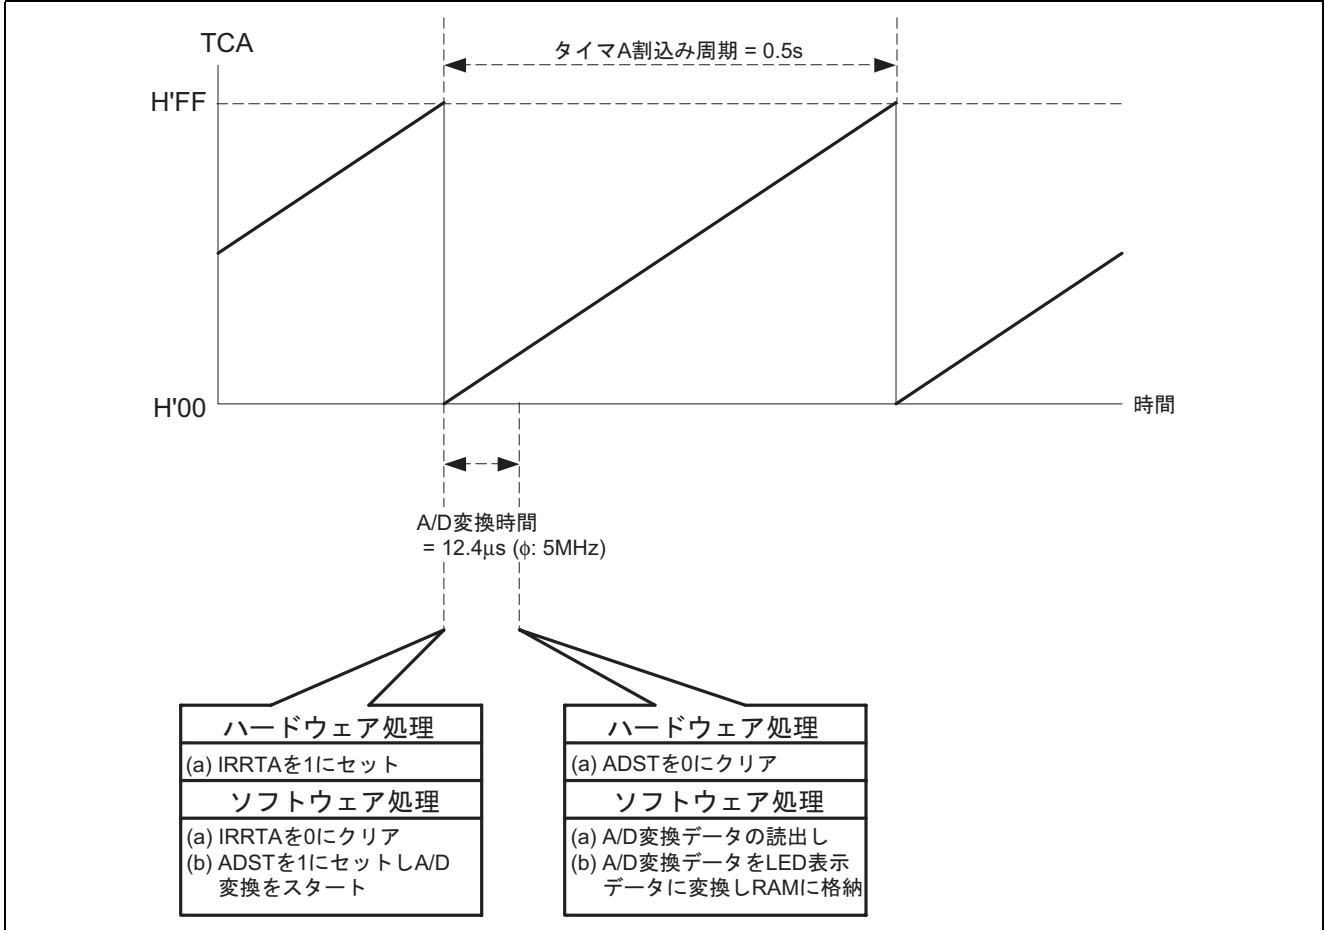

図7 タイマ A を使用した AN0 端子の A/D 変換の動作原理
(1) 図7にタイマ A を使用した, AN0 端子の A/D 変換を行う際の動作原理を示します。図7に示すように, 本タスク例では, A/D 変換割込みを使用せずに tmra 割込み処理ルーチンの中で, A/D 変換終了判定を行っています。